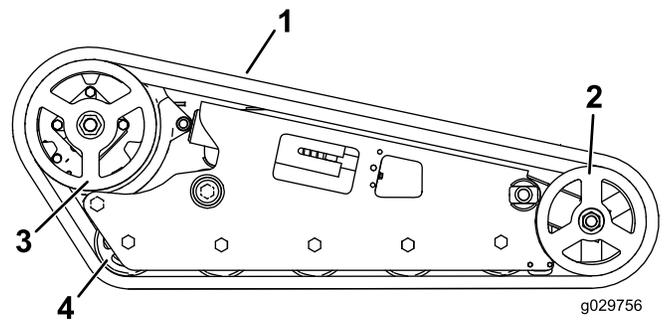

Рисунок 53
**Внимание:** Убедитесь в том, что вы полностью очистили опорные катки, передний каток и ведущее колесо (Рисунок 53). Очищенные опорные катки должны свободно вращаться.